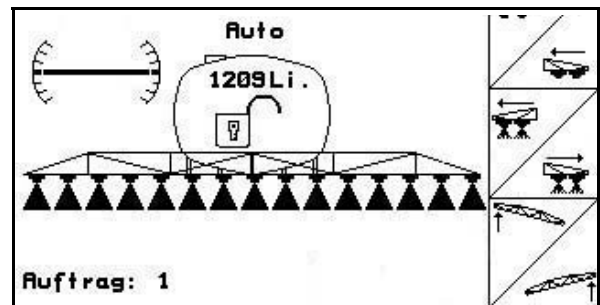

Fig. 86
- Im Display zeigt das Symbol Neigungs-Verstellung (Fig. 86/1) die waagerechte Ausrichtung des Spritz-Gestänges.